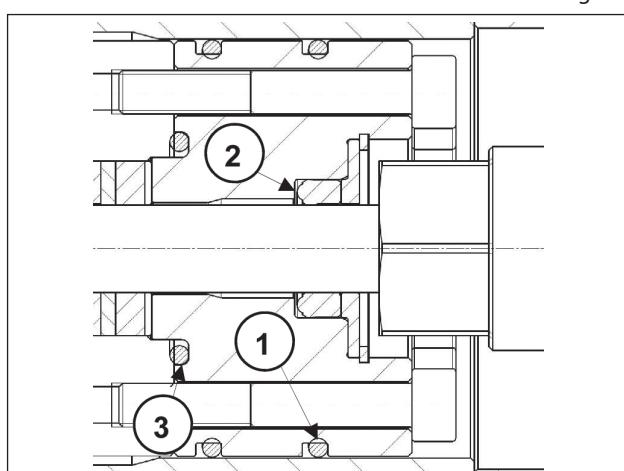
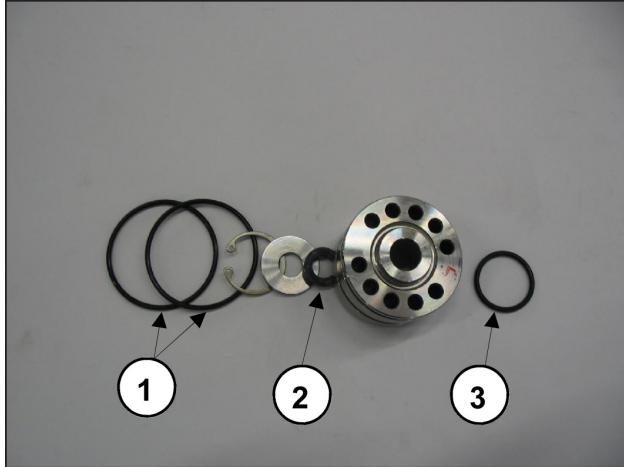

Fig. 64
Fig. 65
- Montar el grupo de soporte de las juntas como se indica en la Fig. 64 y la Fig. 65, sustituyendo los componentes ①②③.